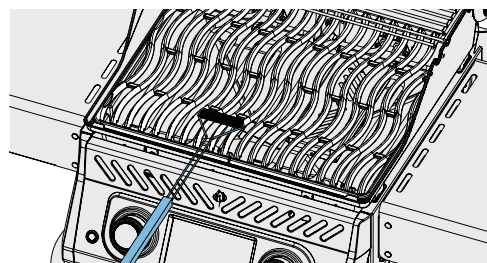

Fig. 4
- Roestvrijstalen kookroosters kunnen worden schoongemaakt door de grill voor te verwarmen en een draadborstel te gebruiken om resten te verwijderen. (Fig. 4)